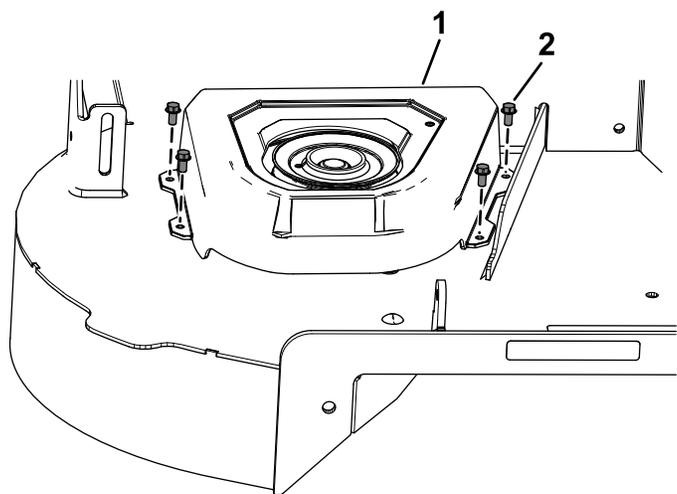

Figure 12
4. Fixez le nouveau protège-courroie par dessus la poulie à l'aide des 4 vis (1/4 x 1/2 po) retirés précédemment, comme montré à la Figure 12.